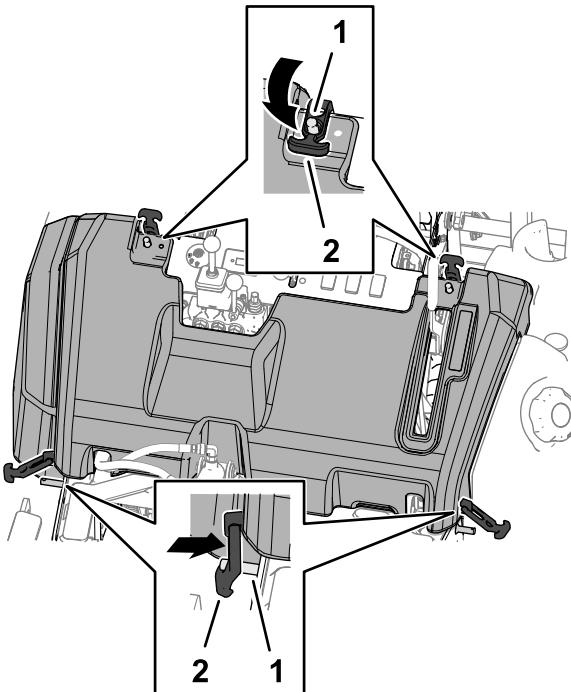

Figure 66
- Abaissez les attaches sur les 4 goupilles de verrouillage pour bloquer le capot en place (Figure 66).